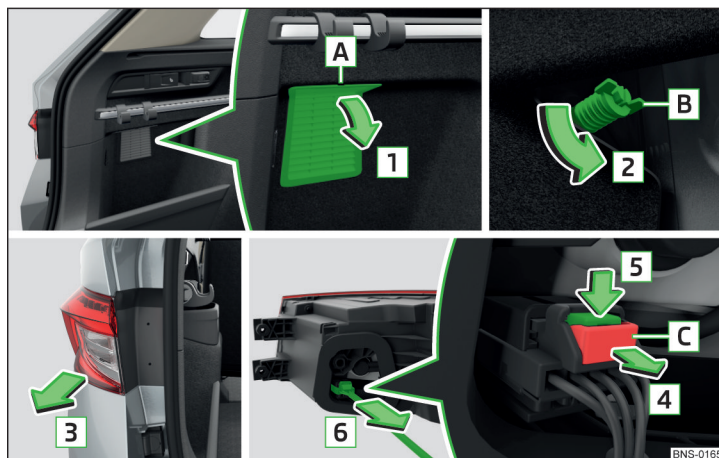

Fig. 377 Desmontar la lámpara / Quitar el conector
- Retirar la rejilla **A** correspondiente en el sentido de la flecha **1** » fig. 377.
- Introducir el conector contra el sentido de la flecha **6** » fig. 377 en la luz.
- Enrosque el tornillo **B** en sentido contrario de la flecha **2** » fig. 377.